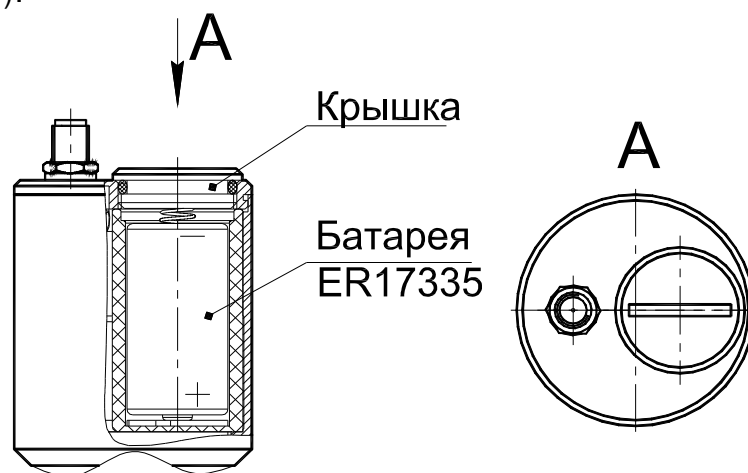

Рисунок 9
5.5.1 Откройте крышку, используя крупную отвертку с плоским шлицем (см. рисунок 9).
5.5.2 Извлеките батарею из корпуса измерителя вибрации ТИК-WSV RB (см. рисунок 9).
5.5.3 Установите новую батарею ER17335 в корпус измерителя вибрации ТИК-WSV RB, соблюдая полярность (см. рисунок 9).
5.5.4 Закройте крышку, используя крупную отвертку с плоским шлицем (см. рисунок 9).